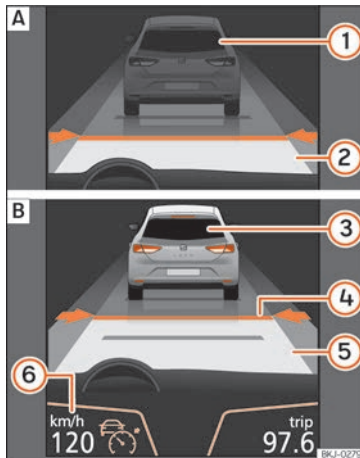
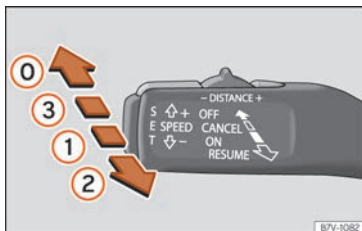
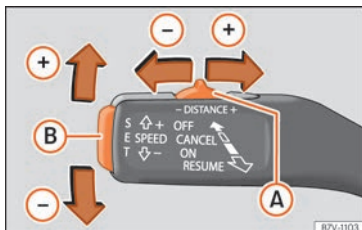
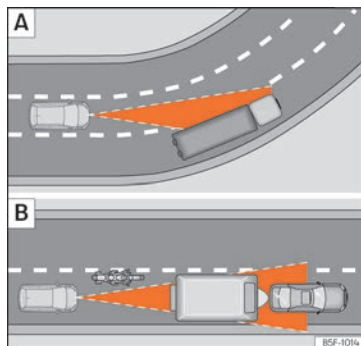

Abb. 255 Am Bildschirm des Kombi-Instruments: **A** ACC inaktiv (Standby). **B** ACC aktiv.
Abb. 256 Links an der Lenksäule: dritter Hebel für die Bedienung der ACC.
Abb. 257 Links an der Lenksäule: dritter Hebel für die Bedienung der ACC.
Abb. 258 **A**) Fahrzeug in einer Kurve. **B**) Vorausfahrender Motorradfahrer außerhalb des Erfassungsbereichs des Radarsensors.
Bildschirmanzeigen »»» **Abb. 255:**
Wenn die ACC eingeschaltet ist, schaltet sich auf der Schalttafel die grüne Kontrollleuchte ein (☺) und auf dem Bildschirm werden die programmierte Geschwindigkeit und der Zustand der ACC angezeigt » **Abb. 255**.
- Um die ACC zu aktivieren, bewegen Sie den Hebel in die Position **ON** » **Abb. 256** (1). Zu
- Drücken Sie anschließend die Taste **SET** » **Abb. 257** (B) oder bewegen Sie den Hebel in die Position **RESUME** » **Abb. 256** (2). In diesem Moment wird die ACC aktiviert und die aktuelle Geschwindigkeit und der Abstand werden programmiert. Die Anzeige am Kombi-Instrument wechselt in den Modus Aktiv » **Abb. 255** (B).
- Zur Programmierung der Geschwindigkeit schieben Sie den dritten Hebel nach oben (+) oder nach unten (-) bis zur gewünschten Geschwindigkeit » **Abb. 256** (6). Die Einstellung der Geschwindigkeit erfolgt in Schritten von 10 km/h (6 mph).
- Falls Sie die Geschwindigkeit in Schritten von 1 km/h (0,6 mph) erhöhen möchten, bewegen Sie den Hebel in die Position **RESUME** » **Abb. 256** (2) bzw. drücken Sie zur Reduzierung die Taste **SET** » **Abb. 257** (B).
- Um das Abstands-niveau zu erhöhen oder zu reduzieren, bewegen Sie die Taste **(A)** nach rechts oder links »» **Abb. 257**.
Am Bildschirm des Kombi-Instruments wird das ausgewählte Abstands-niveau geändert »» **Abb. 255 (4)**. Sie können aus 5 verschiedenen Abstands-niveaus auswählen. SEAT empfiehlt das Niveau 3. Der programmierte Abstand kann während der Fahrt oder bei Fahrzeugstillstand geändert werden »» **(A)**.
- Um die ACC zu deaktivieren, bewegen Sie den Hebel in die Position **OFF** (fest) »» **Abb. 256 (0)**. In diesem Moment erscheint der Text **ACC deaktiviert** und die Funktion ist vollständig deaktiviert.
Die Beschleunigung des Systems lässt sich jederzeit durch Betätigen des Bremspedals oder Drücken des dritten Hebels bis zur Position **CANCEL** »» **Abb. 256** **C**) unterbrechen.
Beim Ein- oder Ausfahren einiger Kurve kann es vorkommen, dass der Radarsensor das vorausfahrende Fahrzeug nicht mehr erfasst oder auf ein Fahrzeug auf der Nebenspur reagiert »» **Abb. 258** **A**). Es ist möglich, dass das Fahrzeug unnötigerweise bremsen oder nicht mehr auf das vorausfahrende Fahrzeug reagiert. In diesem Fall muss der Fahrer eingreifen, indem er beschleunigt oder durch Betätigen des Bremspedals oder Drücken des dritten Hebels bis zur Position **CANCEL** »» **Abb. 256** **C**) den Bremsvorgang abbricht.
Der Radarsensor kann schmale oder versetzt fahrende Fahrzeuge nur erkennen, wenn sich diese innerhalb seiner Reichweite befinden »» **Abb. 258** **B**). In diesen Fällen müssen Sie bei Bedarf selbst bremsen.